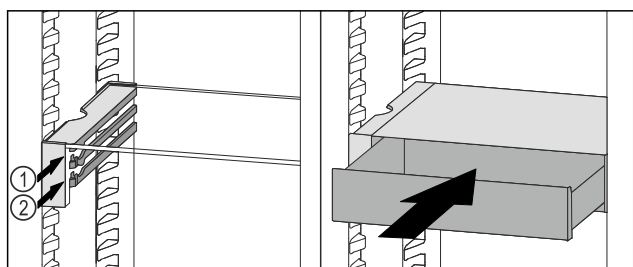

Fig. 101
- Stavite ladicu VarioSafe ukoso iza zaustavljača na željeni žlijeb Fig. 101 (1) ili Fig. 101 (2).